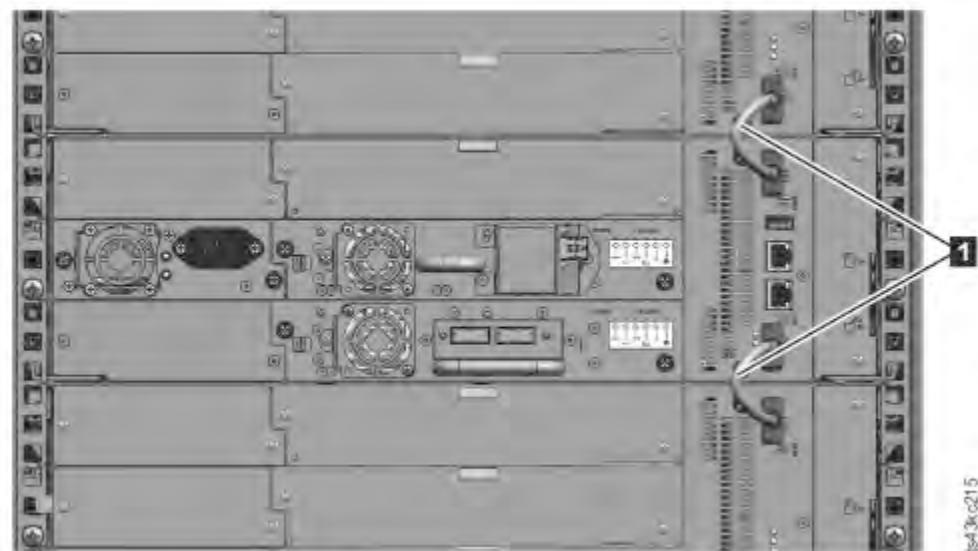

Figure 48. Modules connectés
5. Depuis l'arrière de la bibliothèque, connectez les modules de chaque paire à son module adjacent en utilisant les câbles d'interconnexion d'extension (1) comme illustré dans Figure 48, à la page 68.